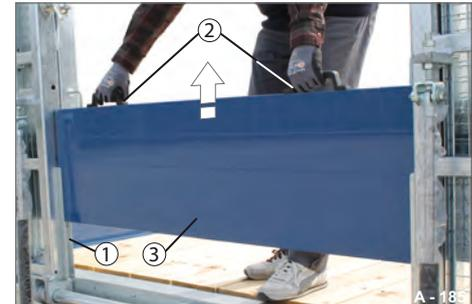

Abb. 194 Einsteck-Bordwand herausnehmen
- ▶ Die Einsteck-Bordwand (Abb. 194/3) an beiden Griffen (Abb. 194/2) gleichzeitig aus den Einsteck-Schienen (Abb. 194/1) komplett herausziehen.
- ▶ Einsteck-Heckbordwand (Abb. 194/2) an beiden Griffen greifen.
- ▶ Einsteck-Bordwand gleichzeitig in die linke und rechte Einsteck-Schiene (Abb. 194/1) stecken.